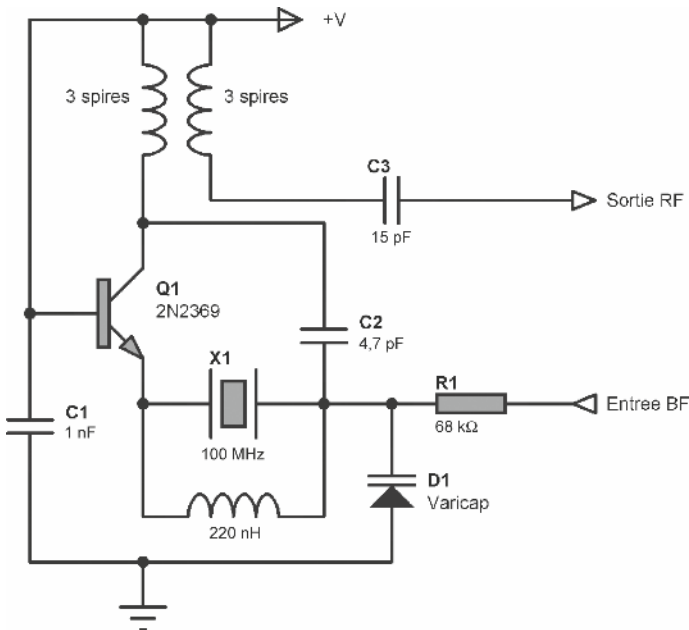

Figure 4.2
**Tentatoo** – La complexité est toujours relative. Une fois que vous avez réalisé votre premier *oscillateur à quartz* et qu'il fonctionne, vous vous dites que ce n'était finalement pas si compliqué que ça. Cela dit, il y a oscillateur à quartz et oscillateur à quartz. Nous allons commencer par un oscillateur à quartz « simple » et verrons plus tard un autre système à quartz dont le principe est radicalement différent. Reportez-vous au schéma donné à la **figure 4.2**, voulez-vous.